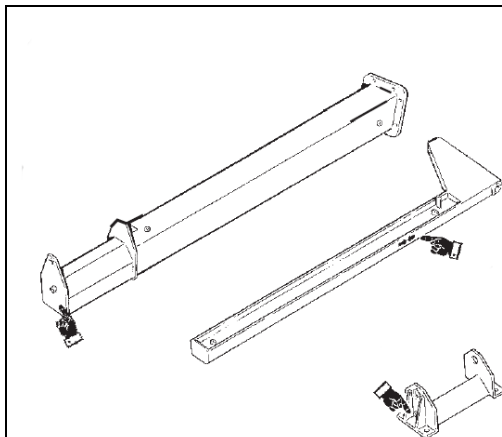

fig.9
- Le parti di carpenteria della gru a bandiera (colonna o mensola e braccio) sono, generalmente, fornite senza imballo; sulle colonne e sulle mensole sono presenti i punti di aggancio per facilitarne la movimentazione durante le operazioni di installazione (fig.9).